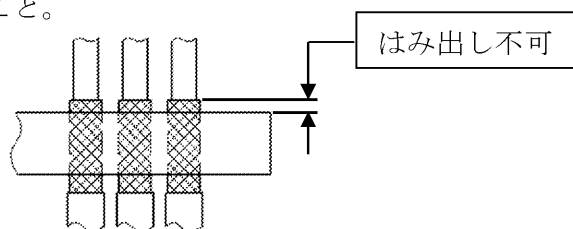

図 4-2. 外部導体はみ出し
- ① 寸法 0.45 (+0.08/-0) mm はグラントバー貼り合わせ後の寸法となります。
- ② グラントバーからの外部導体のはみ出しは、無きこと。(図 4-2 参照)
- ③ 鉛フリー対応のこと。